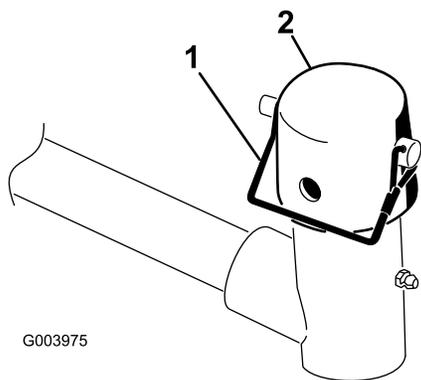

Рисунок 10
7. Снимите фиксирующий штифт и крышку с вилки оси поворота подъемного рычага (Рисунок 10).
11. Прикрепите крышку и ось несущей рамы к вилке подъемного рычага с помощью фиксирующего штифта. Используйте паз, если желательнее использовать режущий блок с поворотом, или используйте отверстие, если режущий блок должен быть зафиксирован в своем положении (Рисунок 10).